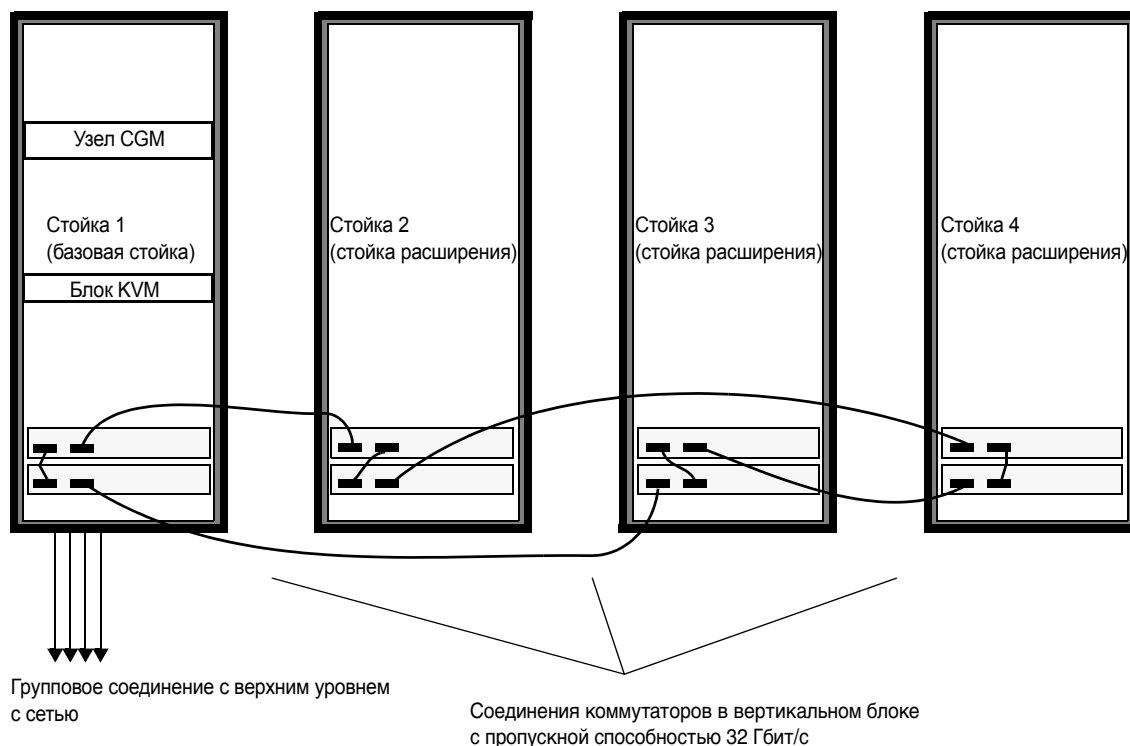

РИСУНОК 1-4 Схема кабельных соединений системы с несколькими стойками
На схеме РИСУНОК 1-4 показана система с четырьмя полностью задействованными стойками и предлагаемая конфигурация многослойного расположения кабелей. Представлены сетевые коммутаторы и их порты уплотнения. Такая конфигурация позволяет осуществить взаимное соединение данных во всех стойках и обеспечить групповое соединение с сетью от базовой стойки.
- Примечание** – Если предполагается установка стоек расширения помимо базовой системной стойки, подсоедините базовую системную стойку (стойку с узлом управления CGM) к вычислительной сети, а стойки расширения – к базовой системной стойке, как показано на РИСУНОК 1-4.